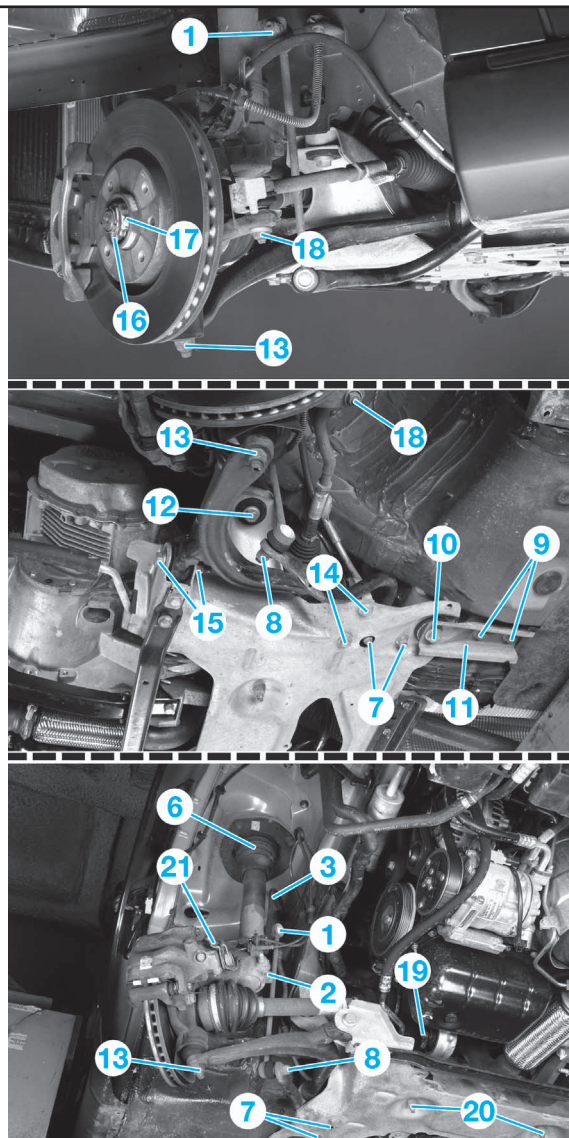

Fig.1
Désaccoupler la rotule supérieure de barre stabilisatrice (1) (Fig.1).
Dégager le soufflet de protection (6) (Fig.1) de la partie supérieure du vérin.
Mettre en place le soufflet de protection (6) (Fig.1).
Serrer au couple la vis de bridage (2) (Fig.1) du vérin sur le pivot.
Déposer les fixations des paliers de barre stabilisatrice (7) (Fig.1).
-les vis (9) de fixation des chapes de berceau (Fig.1).
-les vis (10) de fixation du berceau.
-les chapes (11).
-les vis (12) de fixation avant du berceau.
-l'écrou (13) (Fig.1) de rotule inférieure de pivot puis la désaccoupler.
-les vis de fixation (14) du palier arrière.
-la vis de fixation (15) du palier avant.